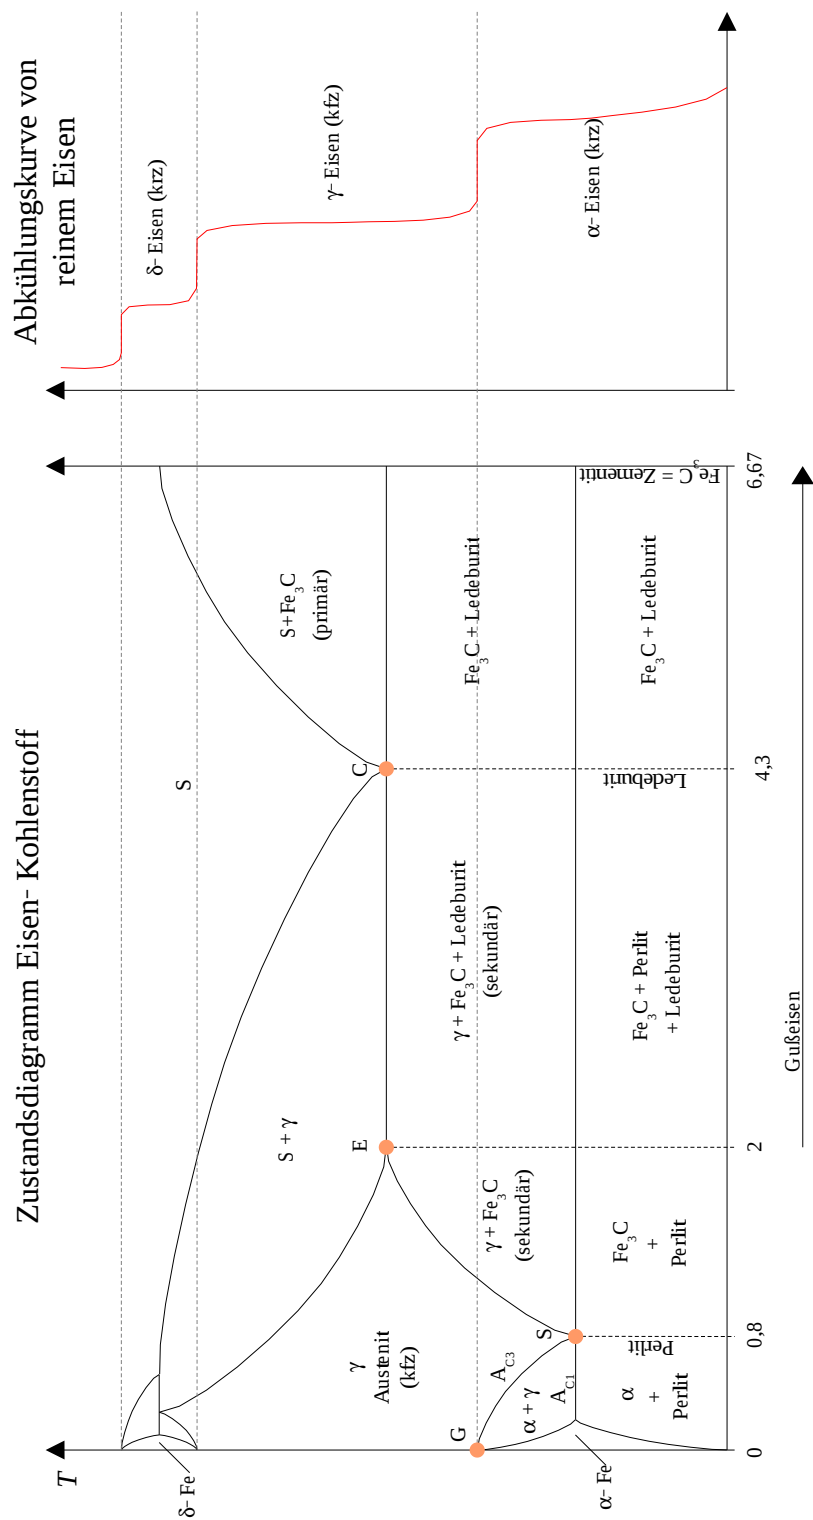

Abbildung 4.1: Eisen-Kohlenstoff-Zustandsdiagramm & Abkühlungskurve reines Eisen
4.1 Eisen-Kohlenstoff-Diagramm (Abb. 4.1)